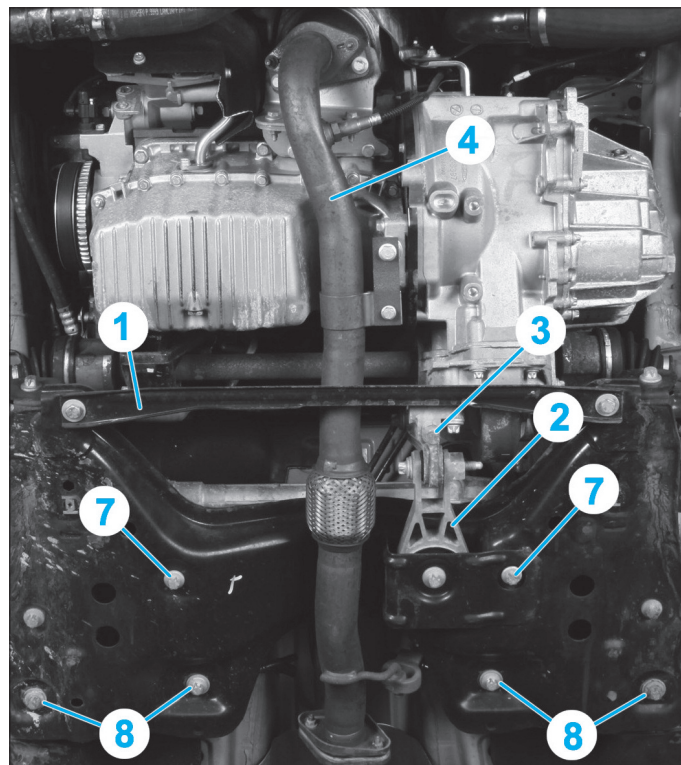
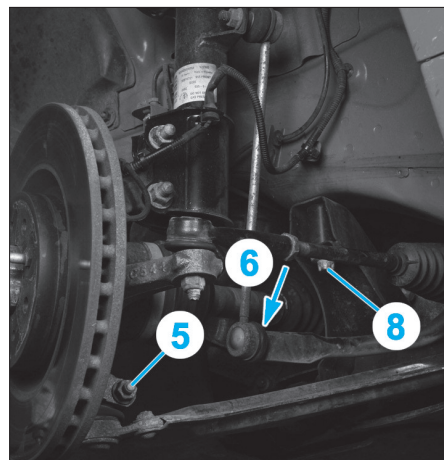

Fig. 7
Fig. 8
- Déposer (Fig.7) :
- le renfort (1) du berceau,
- la biellette anticouple (2),
- le support (3) de la biellette anticouple,
- la partie avant d'échappement (4).
- De chaque côté, déposer (Fig.8) :
- la fixation (5) puis désolidariser le bras inférieur du pivot,
- l'écrou (6) fixant la biellette de barre stabilisatrice à la barre stabilisatrice.
- Déposer les fixations (7) du boîtier de direction sur le berceau (Fig.7).
- Déposer les fixations (8) du berceau sur la caisse (Fig.7) et (Fig.8).